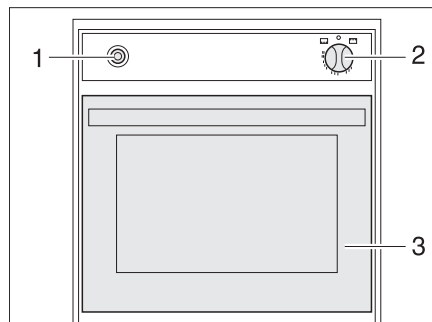

Fig. 260 Four à gaz (Spinflo)
- Ouvrir entièrement le portillon du four (Fig. 260,3).
- Enfoncer légèrement le bouton tournant (Fig. 260,2) et le placer sur "four" ou "GRILL" (grill).
- Enfoncer le bouton tournant (Fig. 260,2) et le maintenir enfoncé pendant 5 à 10 secondes. Le gaz s'écoule vers le brûleur.
- Appuyer plusieurs fois sur l'interrupteur d'allumage (Fig. 260,1) jusqu'à ce que la flamme se consume.
- Tourner le bouton tournant (Fig. 260,2) sur "0". La flamme s'éteint.